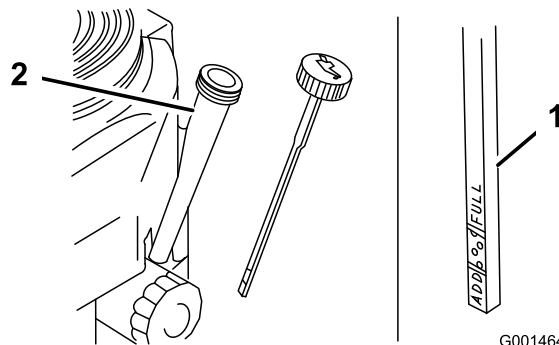

Figure 28
4. Nettoyez la surface autour de la jauge d'huile (Figure 28) pour éviter que des impuretés ne s'introduisent dans le goulot de remplissage, ce qui risquerait d'endommager le moteur.
5. Retirez la jauge d'huile et essuyez soigneusement son extrémité (Figure 28).
6. Remettez la jauge au fond du tube de remplissage, mais sans la visser (Figure 28).
- Versez avec précaution environ 80% de la quantité d'huile spécifiée dans le goulot de remplissage (Figure 28)